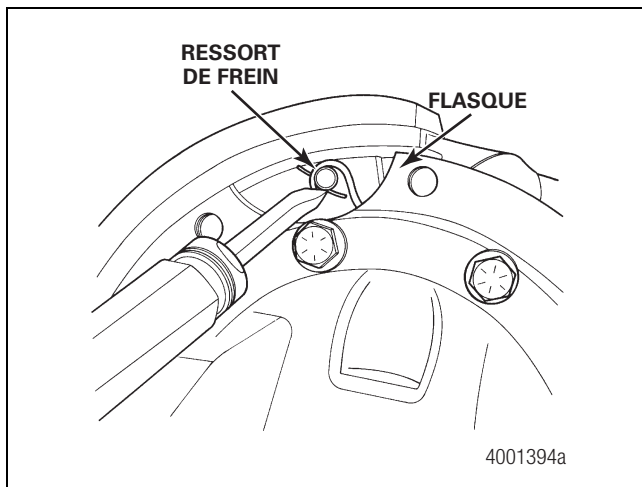

Figure 5.26
8. Amener les segments de frein contre la came. Utiliser une pince à ressorts de segments de frein pour poser le ressort de rappel sur les segments de frein. Vérifier que les galets des segments de frein s'appuient contre les points bas de la came. Figure 5.26.